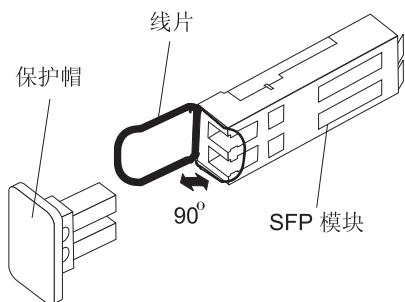

图 18. 松开金属丝类 SFP 模块滑锁
- 如图 18 中所示, 对包含金属丝卡口的 SFP 模块, 从  $90^\circ$  方向向外拉动金属丝滑锁, 以松开 SFP 模块滑锁。